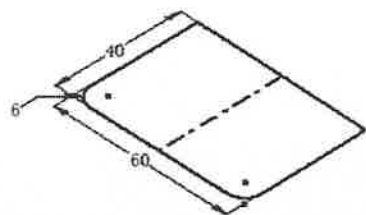
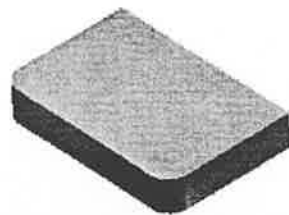

图4
图5
11. 用哪个命令可使图4所示的二维草图成为图5所示的三维形体? 【 】